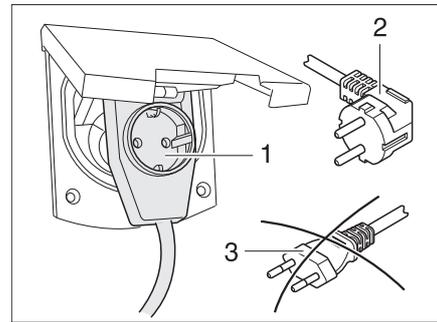

Bild 184 Anschluss an eine Winkelkupplung mit Steckdose
- ▶ Bei Verwendung einer CEE 17 Winkelkupplung mit rückseitig eingebauter Steckdose (Bild 184,1) nur einen gummierten und versiegelten IP 44 Stecker mit Schutzkontakt (Bild 184,2) verwenden. Keine Stecker ohne Schutzkontakt (Bild 184,3) verwenden. Gefahr eines Stromschlages!